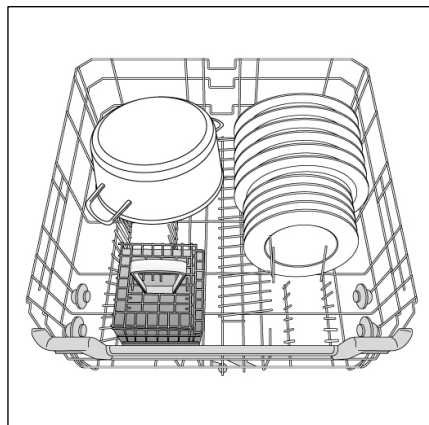

Fig. 4
• AQUASTOP (fig. 4):
Un chargement standard journalier est indiqué dans les fig. 4.
Un exemple de positionnement du tiroir à couverts est montré sur la figure 4.